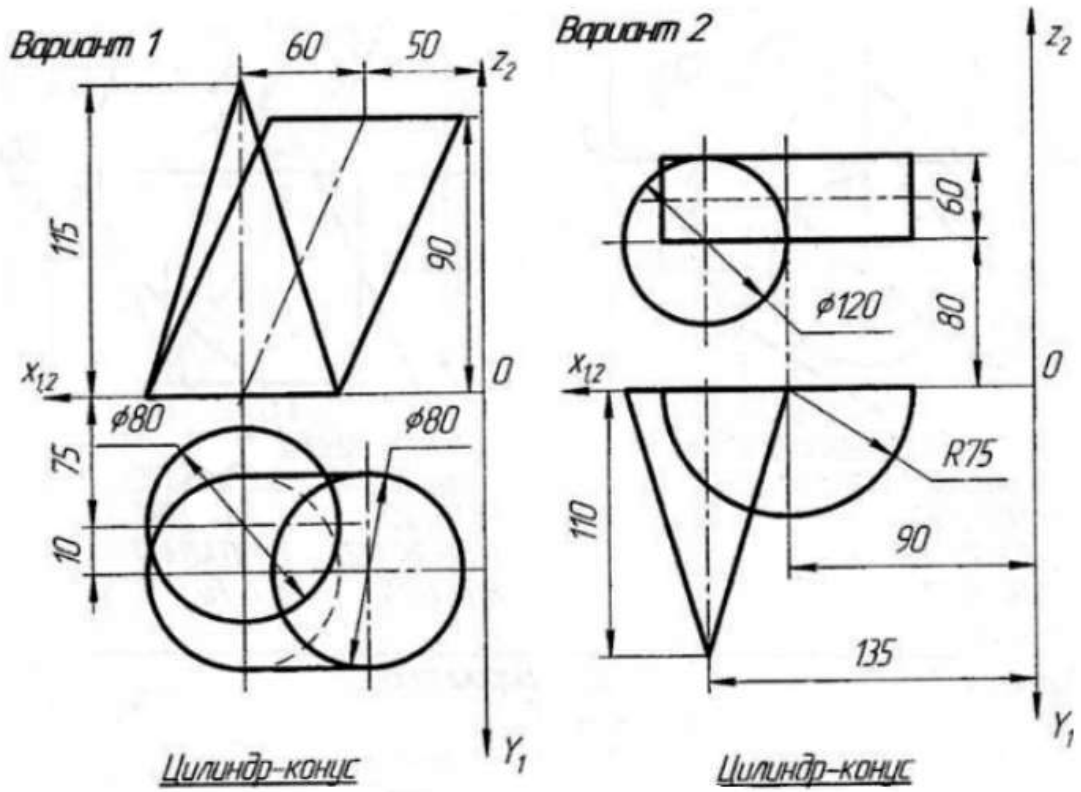

Рисунок 1
13. Построить линию пересечения двух поверхностей способом вспомогательных секущих плоскостей (рисунок 1).